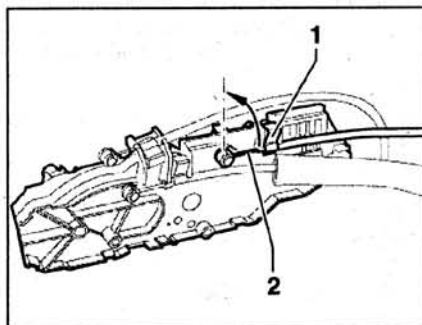

Рис. 8.73. Отцепите фиксатор 1. Поднимите трос 2 вверх (стрелка) и отцепите.
2. Отцепите фиксатор 1 (рис. 8.73). Поднимите трос 2 вверх (стрелка) и отцепите.
1. Отцепите фиксатор 1 (рис. 8.73). Поднимите трос 2 вверх (стрелка) и отцепите.